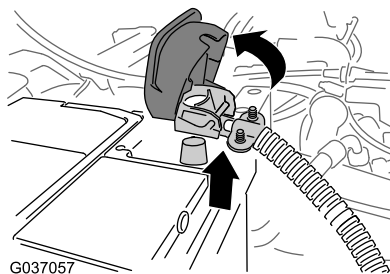

Figura 5
1. Eleve a cobertura do cabo negativo da bateria (Figura 5).
2. Retire o cabo negativo da bateria (Figura 5).
3. Ligue o cabo negativo da bateria ao polo da bateria; consulte a Figura 5 em Desligar a bateria (página 2).
4. Alinhe a cobertura do isolador do terminal do cabo da bateria e feche a cobertura; consulte a Figura 5 em Desligar a bateria (página 2).